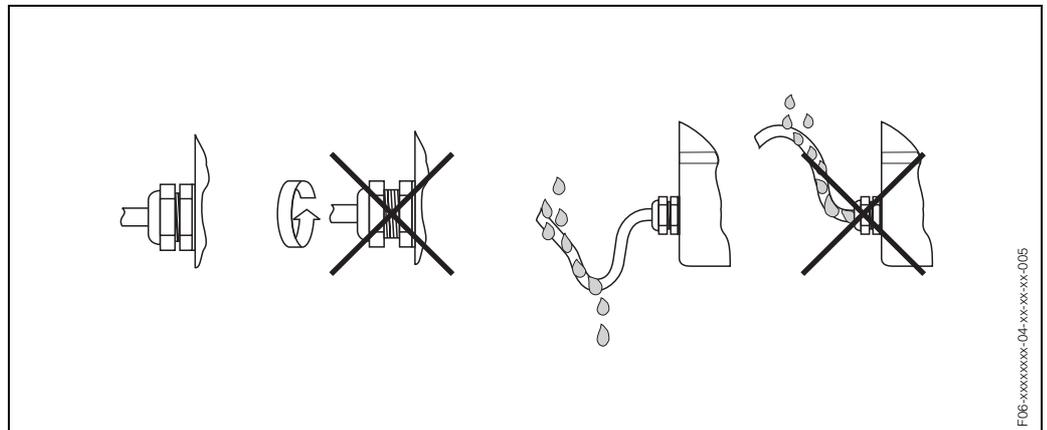

Abb. 41: Montagehinweise für Kabeleinführungen
- Kabeleinführung fest anziehen (Abb. 41).
- Kabel vor der Kabeleinführung in einer Schlaufe verlegen ("Wassersack", Abb. 41). Auftretende Feuchtigkeit kann so nicht zur Einführung gelangen. Bauen Sie das Messgerät zudem immer so ein, dass die Kabeleinführungen nicht nach oben gerichtet sind.